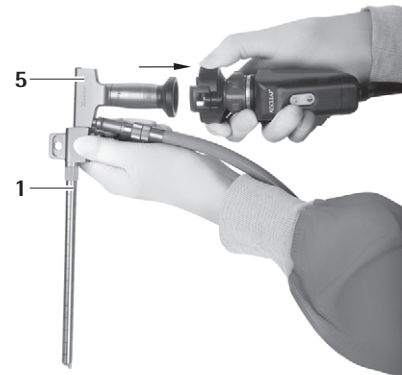
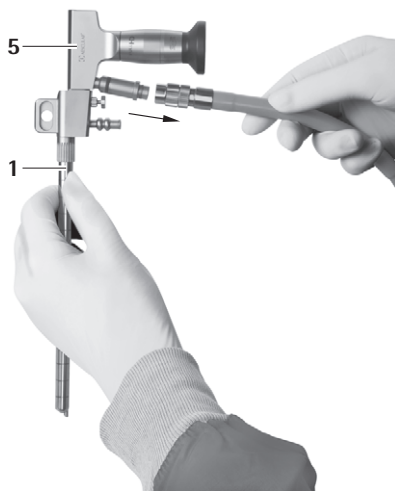

Fig. 6
Fig. 7
- Frigør kameraet og lyskablet fra endoskop 5, se Fig. 6 og se Fig. 7.